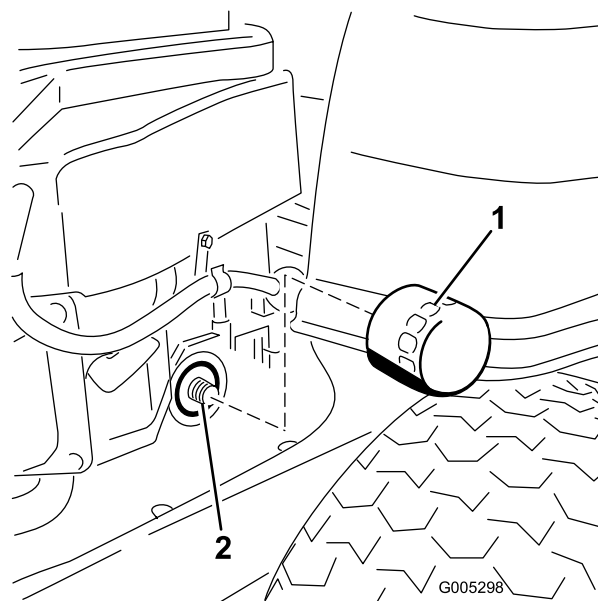

Figura 28
10. Individuate il filtro dell'olio sul lato destro del motore. Togliete il filtro vecchio e tergete l'adattatore con uno straccio pulito (Figura 28).
12. Montate il nuovo filtro dell'olio sull'adattatore. Girate il filtro in senso orario finché la guarnizione di gomma non tocca il cuscinetto, quindi serrate il filtro di un altro 3/4 o un giro (Figura 28). Tergete l'olio superfluo presente sul telaio.